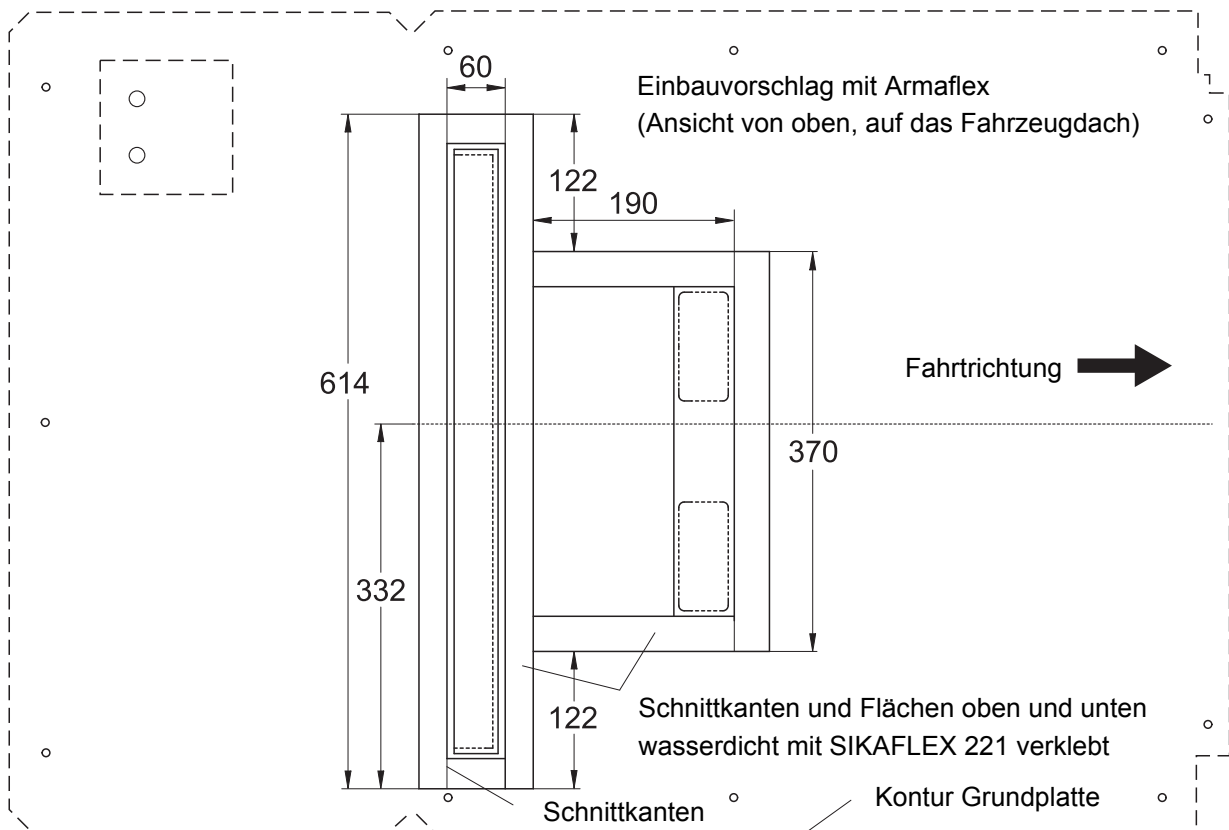

Abb. 4.2
- Dichtrahmen in der Höhe so an die Dachkontur (Sicken/Rinnen/Dachwölbung) ausschneiden / anpassen, dass die Konturen Abb. 4.2 abgedichtet werden. Das Dichtmaterial soll in der Höhe beim Montieren der Klimaeinheit ca. 20%-40% zusammen gedrückt werden.